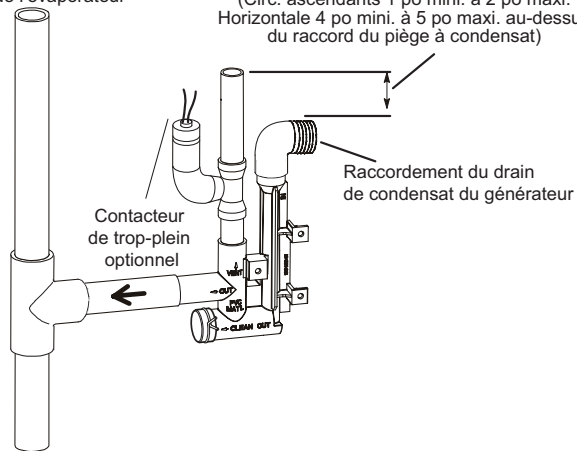

Figure 50
- 5 - La Figure 49 et la Figure 51 montrent l'appareil et le serpentin d'évaporateur utilisant un drain séparé. Si nécessaire la conduite de condensat de l'appareil et celle du serpentin d'évaporateur peuvent s'écouler ensemble. Reportez-vous à la Figure 50, la Figure 52 et la Figure 53. **Configuration ascendante Figure 52** - L'évacuation fournie sur place doit avoir une longueur comprise entre 1 po minimum et 2 po maximum au-dessus du raccord de sortie du drain de condensat. Toute longueur supérieure à 2 po peut provoquer la submersion de l'échangeur de chaleur si la conduite de vidange principale combinée était obstruée. **Configuration horizontale (Figure 53)** - L'évacuation fournie sur place doit avoir une longueur comprise entre 4 po minimum et 5 po maximum au-dessus du raccord de sortie du drain de condensat. Toute longueur supérieure à 5 po peut provoquer la submersion de l'échangeur de chaleur si la conduite de vidange principale combinée était obstruée.